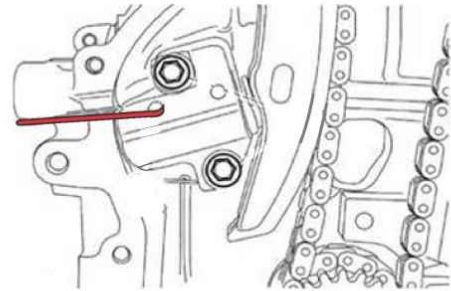

fig. 09
- Comprimir o êmbolo do tensor da corrente de sincronismo e inserir um grampo no orifício para reter a catraca do tensor (Fig. 09).